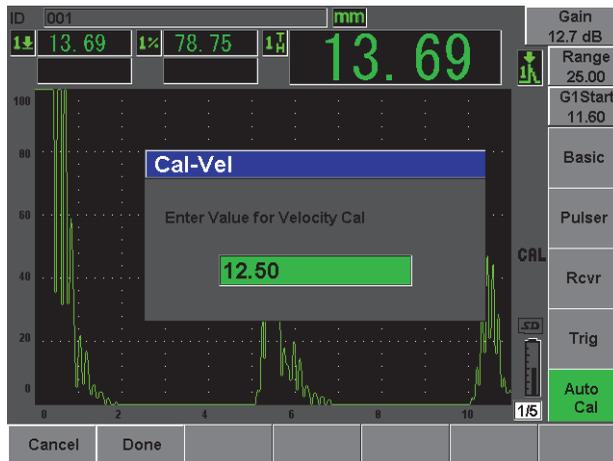

Figura 2-16 Valor da velocidade de calibração
14. Use o botão de ajuste ou as teclas de setas para ajustar o valor exibido para a espessura adequada. Para este exemplo, o transdutor está acoplado no degrau de 12,5 pol (veja Figura 2-16 na página 52).